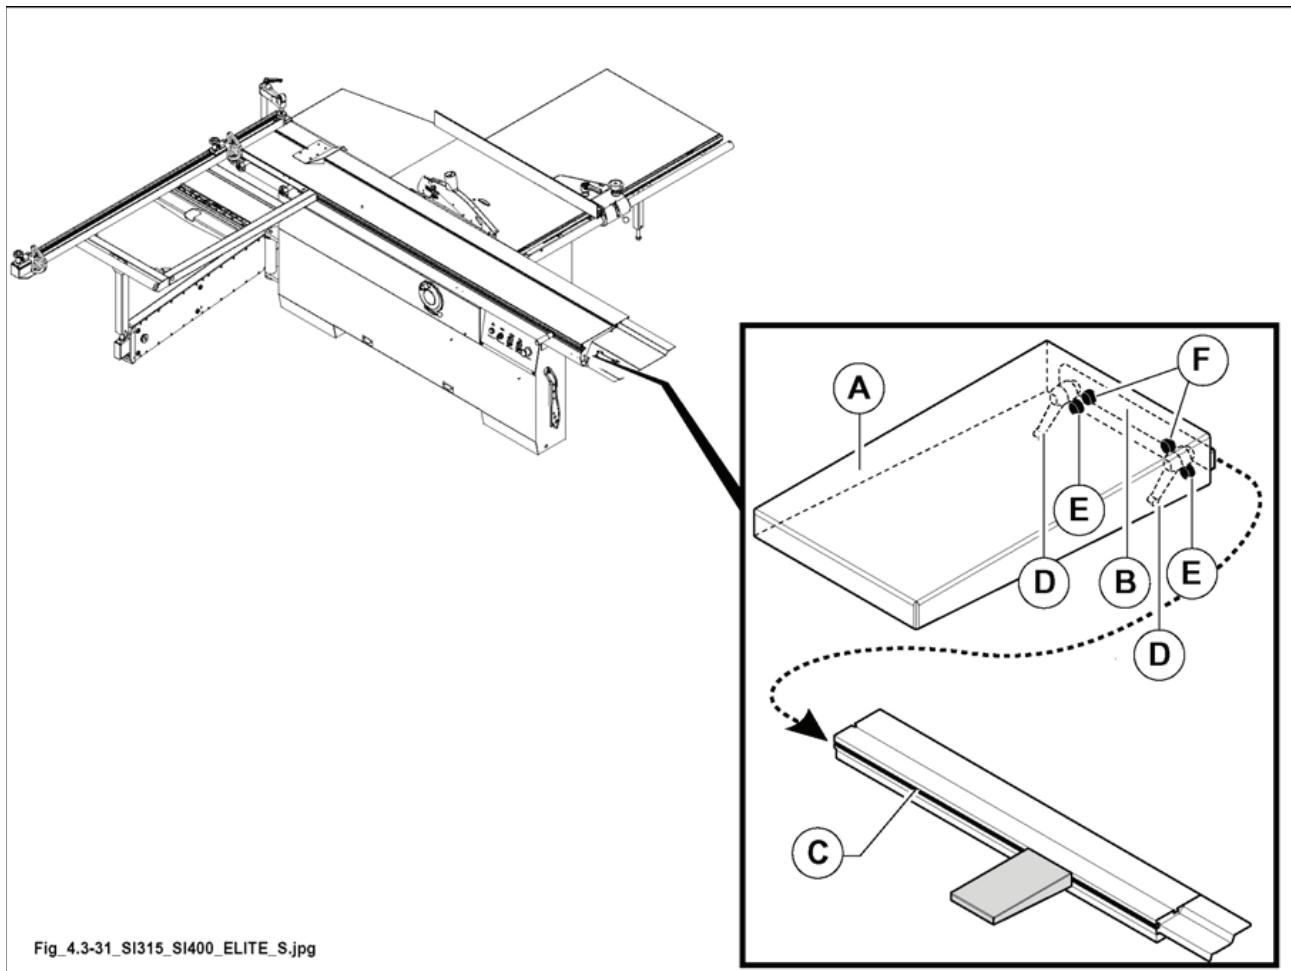

Рис. 4.3-31
- 1) Установить стол А (рис. 4.3-31). Для этого вставить направляющую планку В (рис. 4.3-31) в паз картеки С (рис. 4.3-31).
- 2) Затянуть рычаги D (рис. 4.3-31).
- 3) Стол уже отрегулирован. В случае необходимости дальнейшие регулировки выполнять с помощью винтов Е (рис. 4.3-31) (регулировка по уровню) и винтов F (рис. 4.3-31) (регулировка по высоте).